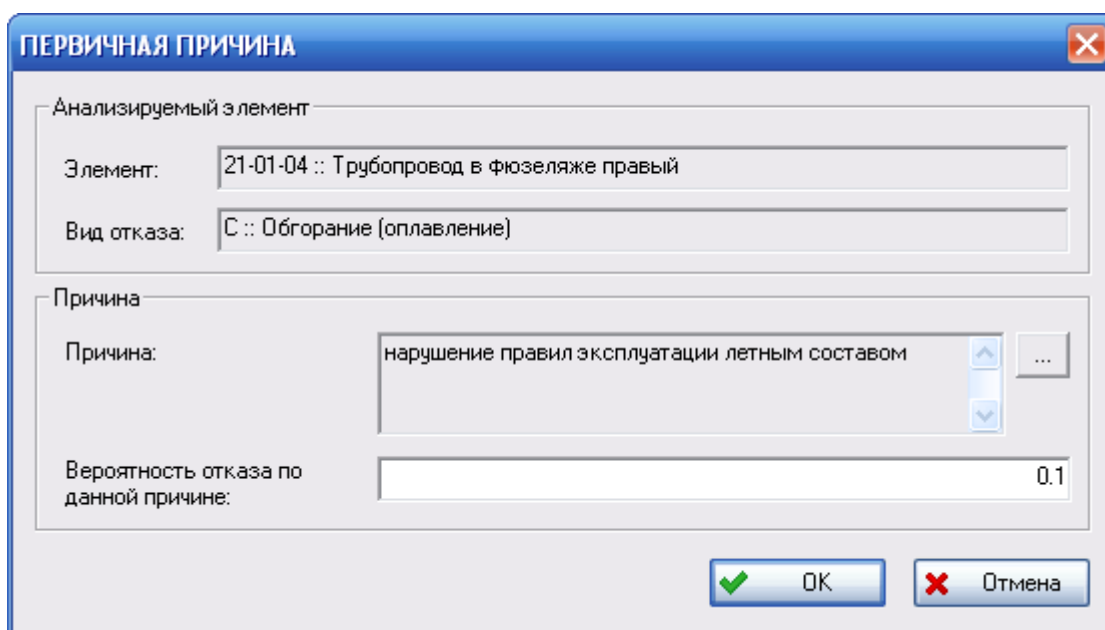

Рис. 7-31
3. В контекстном меню выделенного вида отказа выберите пункт **Добавить первичную причину**. В результате появится окно **Первичная причина** (рис. 7-31).